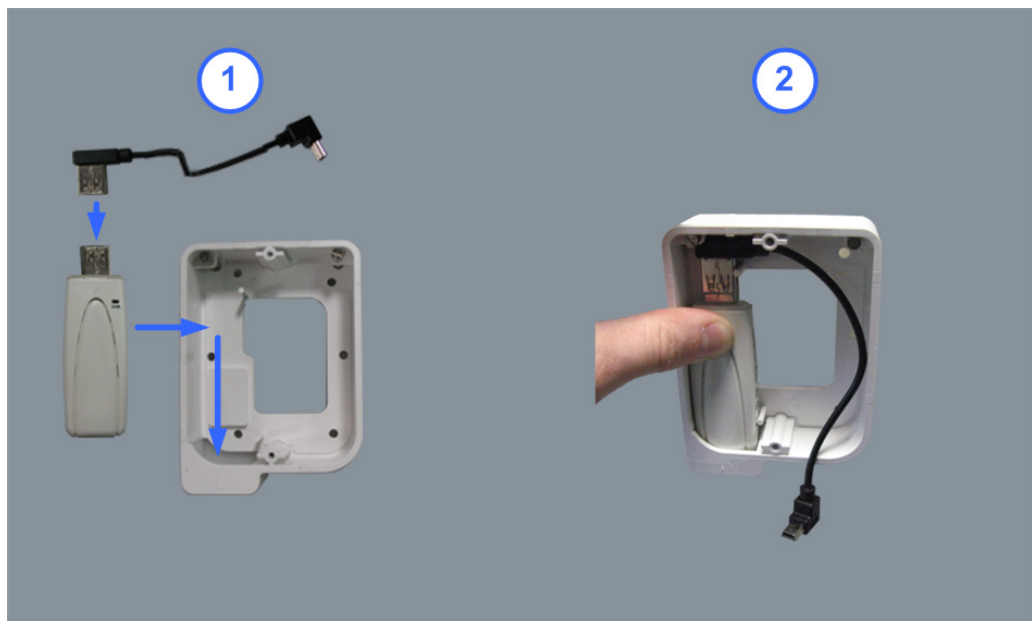

Figure 3.20: Installation de la clé Wi-Fi™
5. Brancher le câble USB à la clé Wi-Fi™ et les installer à l'intérieur de l'entretoise d'assemblage (voir Figure 3.20).